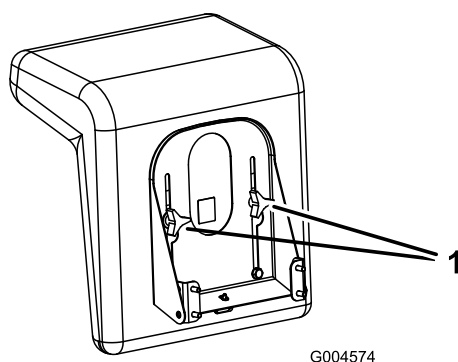

Figura 9
1. Suba el asiento y afloje los pomos de ajuste (Figura 9).